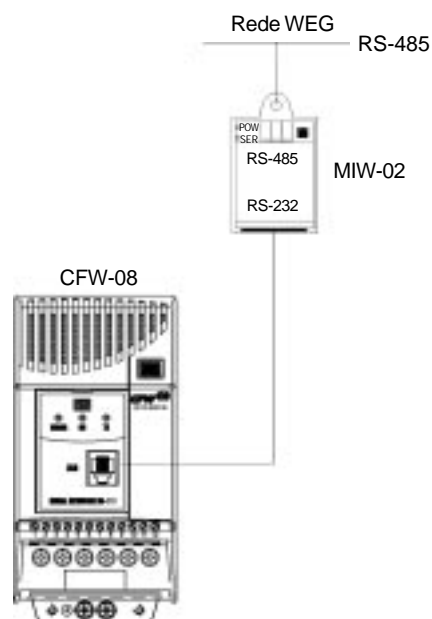

Figura 8.19 - Conexão do CFW-08 a uma rede de comunicação no padrão RS-485
- A conexão da reatância de rede na entrada do inversor é apresentada na figura 8.19.